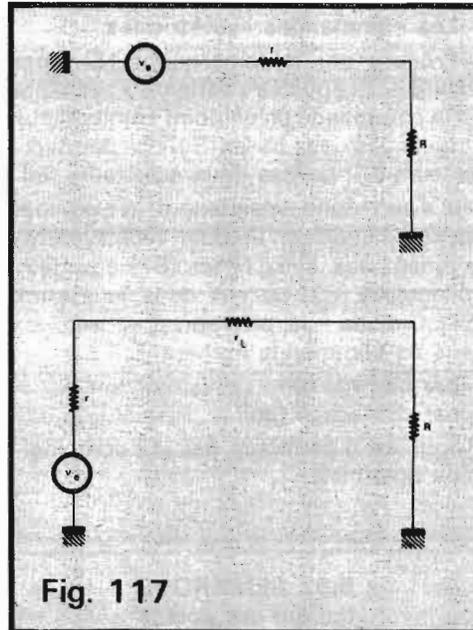

Fig. 117
En effet, la figure 117 présente les deux cas :
–  $L_{(a)}$  et  $L_{(b)}$  ne peuvent pas être, non plus, de simples réactances (condensateurs ou bobines) car,  $v_e$  étant une impulsion (supposée sans composante continue) les réactances en question prendraient purement et simplement la place de  $r_L$  dans la **figure 117 p** et rien ne serait encore changé, à l'exception du retard qu'apporterait une bobine. Or ce retard n'est pas notre préoccupation puisque nous n'avons pas considéré jusqu'ici le moment d'application de  $v_e$ .